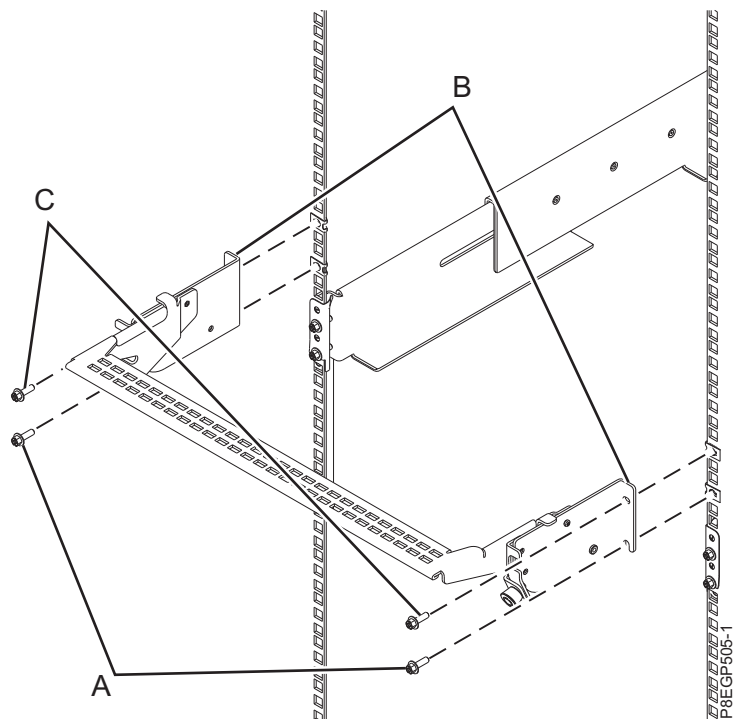

図 11. ケーブル管理ブラケットの取り付け
- a. ラックの背面で、2 本の M5 ねじ (A) を、ナット・クリップが取り付けられているドロワー・レール・クランプの真上に軽く締めます。この 2 本のねじは、ケーブル管理ブラケットをラックに対して支える底部のねじになります。13 ページの図 11 を参照してください。
- b. 取り付けフランジの底部を 2 本の M5 ねじの上からケーブル管理ブラケット (B) の上に置き、ラックに対してブラケット・フランジを支えます。
- c. 13 ページの図 11に示すように、ブラケットの取り付けフランジ (B) がラック・フランジの上部の穴の位置と合うようにブラケットを位置合わせします。
- d. ナット・クリップが取り付けられているレール・クランプの上で、2 本の上部 M5 ねじ (C) を完全に締めます。
- e. 底部の 2 本の M5 ねじ (A) を完全に締めます。